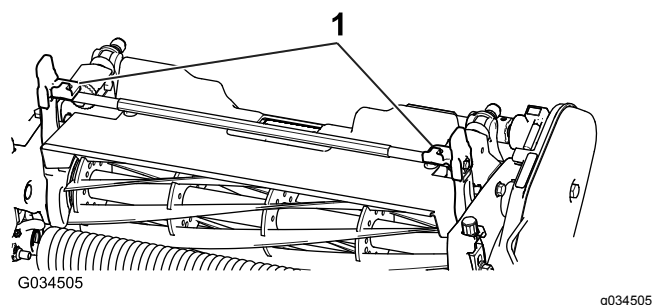
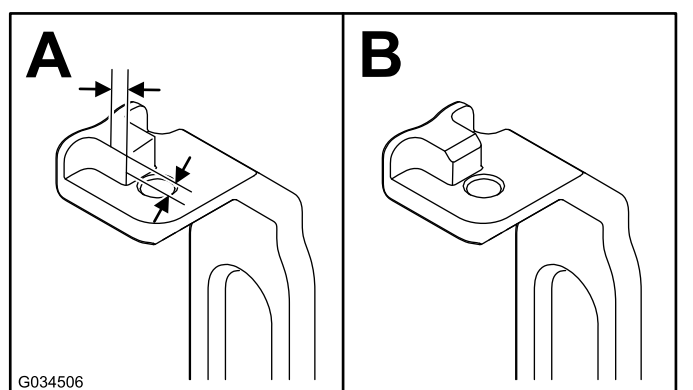

図 3
図 4
2. 左右のピッチアーム 図 3 で、タブのコーナー部を 2.28mm 削って 図 4 のようにする。